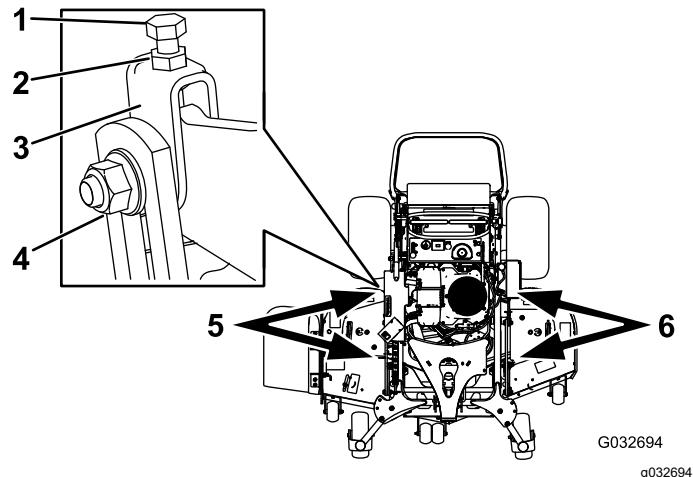

Figura 90
- Afloje la tuerca lateral y la contratuerca de las horquillas que desea ajustar (Figura 90).
- Gire el perno superior de las horquillas para ajustar la altura de la carcasa de corte (Figura 90).